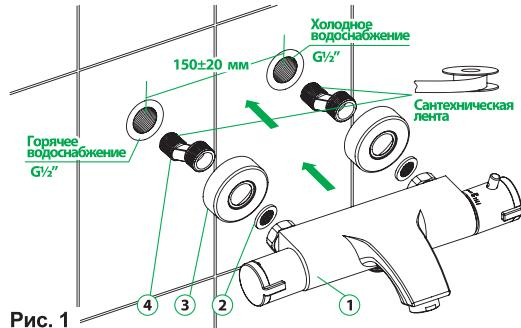

Рис. 1
- Убедитесь, что входные трубы горячей/холодной воды подведены правильно: горячая должна находиться слева, холодная справа (см. рис. 1).
- Отключите систему холодного и горячего водоснабжения. Ввинтите эксцентрические переходники (4) в выходы трубопроводов системы водоснабжения, предварительно уплотните резьбовую часть изоляционным материалом. Подберите положение эксцентрических переходников, при котором они совпадут и будут соответствовать присоединительному положению смесителя. При этом положение смесителя должно быть горизонтальным.
- Установите на эксцентрические переходники (4) декоративные чашки (отражатели) (3), установите прокладки с фильтром и с помощью инструмента с мягкими накладками (для избежания повреждения гальванопокрытия) присоедините корпус смесителя. Фильтр на прокладке имеет выпуклую форму для увеличения фильтрующей поверхности. При установке прокладка должна быть установлена выпуклой стороной к эксцентрику. **Внимание:** не разбирайте корпус смесителя с термостатом.